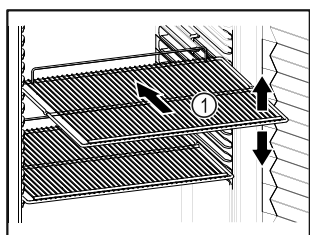

Fig. 50 Voorbeeld
- ☐ Indien de legroosters Fig. 50 (1) verplaatsbaar zijn, deze aan de hoogte aanpassen.